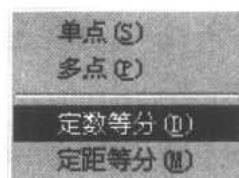

图 1-5 选择画点的方式
(2) 绘制均布点 选择【绘图】—>“点”—>“定数等分”。如图 1-5 所示。按提示选择实体，即以上所画的直线。在提示“输入线段数目或[块(B)]”下输入 5，即可。